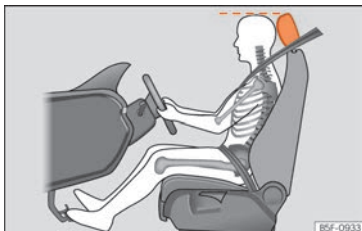

Fig. 84 Position correcte de l'appui-tête du conducteur
- Réglez l'appui-tête de sorte que le bord supérieur de celui-ci soit à la même hauteur que la partie supérieure de votre tête » fig. 84.